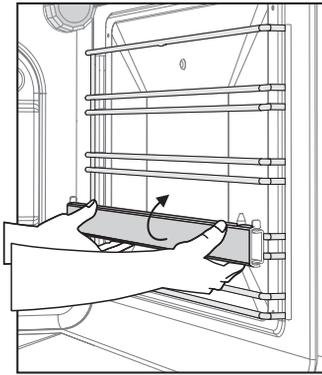

Рис. 6
- Телескопические полки могут быть установлены на разной высоте в зависимости от того, на каком уровне должно идти приготовление пищи. Чтобы переустановить телескопическую полку, необходимо отвести ее нижний край (рис. 6), а затем движением вниз снять с проволочных направляющих. Установка на другой уровень производится в обратной последовательности.